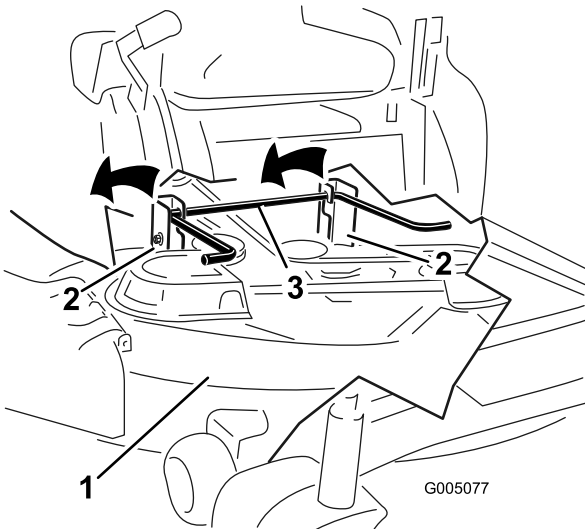

図 75
5. デッキ後部を持ち上げ、ハンガーブラケットを後部昇降ロッドに取り付ける 図 75。
7. デッキとハンガーブラケットを持ち上げて後部昇降ロッドをかわし、ふたたび注意深くデッキを床面に降ろす 図 75。